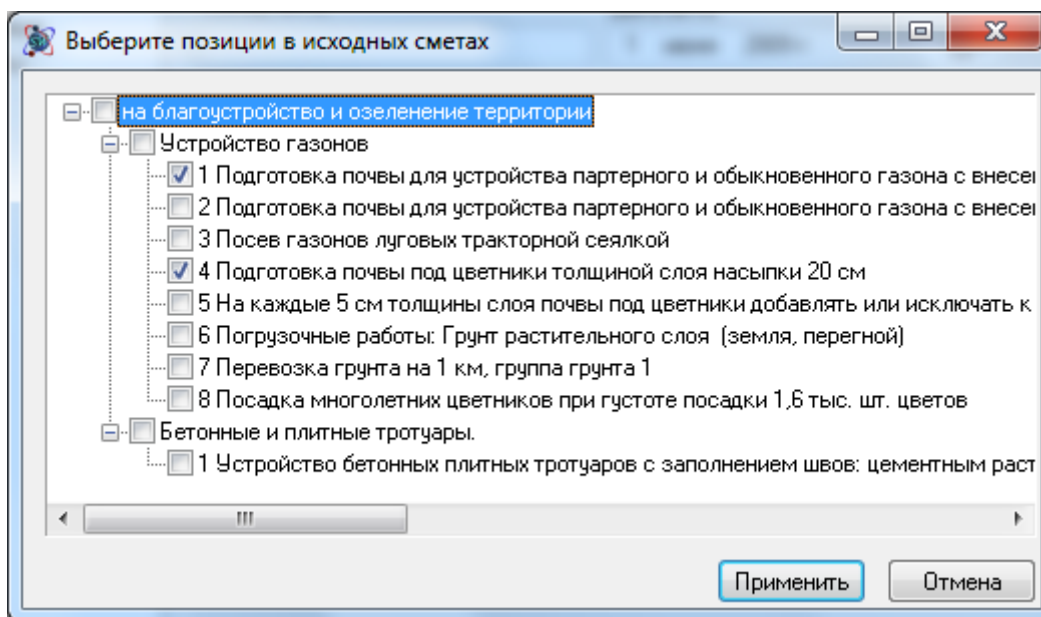

Рис. 4.65 Диалоговое окно Выбор позиции в исходных сметах
3. В открывшемся диалоговом окне (рис. 4.65) выбрать нужные позиции и нажать на кнопку Применить. Выбранные позиции добавятся в акт.
- **Добавить** — добавление в акт позиций из сметы. Выбор позиций производится в диалоговом окне *Выбор позиций в исходных сметах* (см. рис. 4.65).